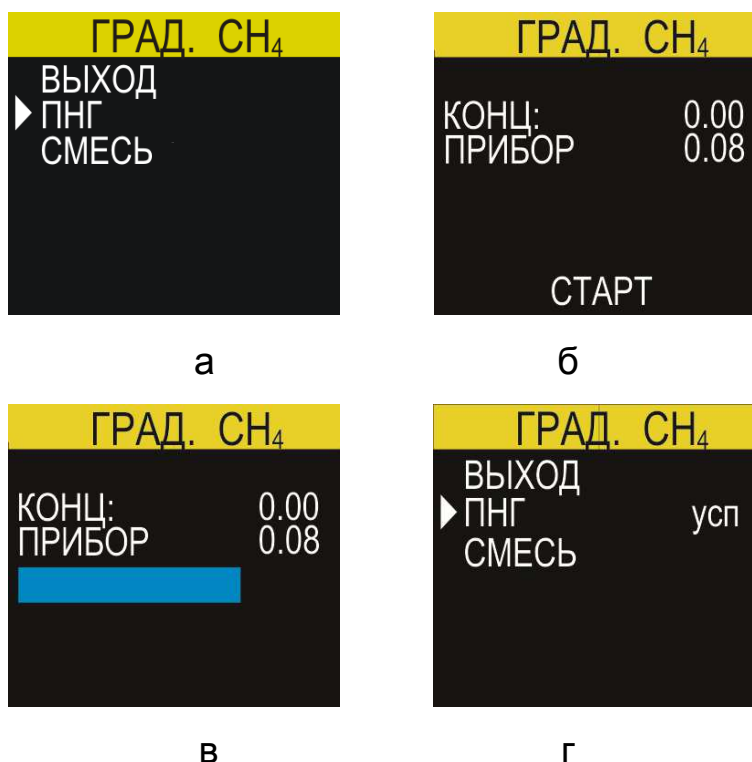

Рисунок 17. Меню градуировки метана. Выставление "нуля"
3.1.5 Далее необходимо произвести калибровку "нуля". Для чего выбрать в меню градуировки строку "ПНГ" и нажать кнопку "OK" (рис.17а). На дисплее отобразится содержание метана в ПНГ-азот ("КОНЦ.") и текущие показания прибора по каналу метана ("ПРИБОР") - см.рис.17б.
равному утроенному значению $t_{0,9}$ для выбранного газа (для метана - 90 сек, для остальных газов - 180 сек) до тех пор, пока не исчезнет полоса загрузки (рис.17в), а дисплей не вернется на первый этап градуировки (рис.17г).